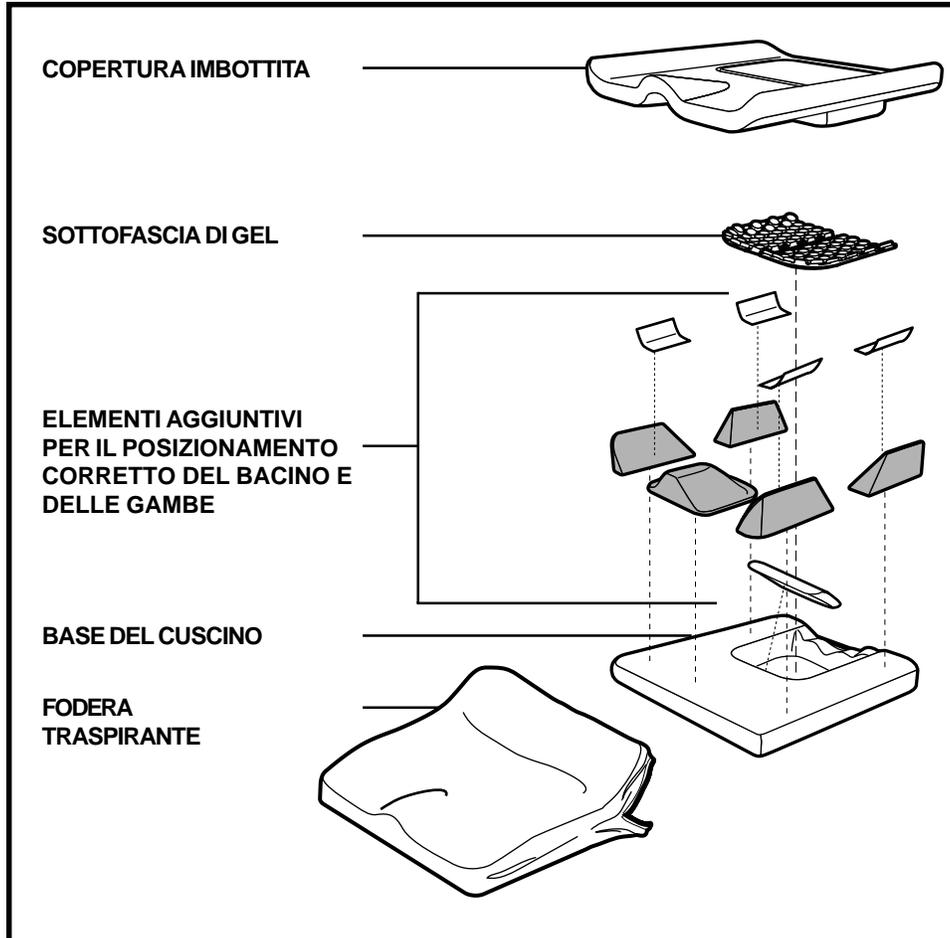

Figura 3. Il cuscino Structure 2, smontato
1. Collocare gli eventuali elementi di posizionamento sulla base del cuscino secondo quanto necessario per ottenere il corretto posizionamento. Vedere figura 3.
2. Posizionare la sottofascia di gel sulla base del cuscino come illustrato nella figura 3.
3. Posizionare la copertura imbottita sulla base del cuscino come illustrato nella figura 3.